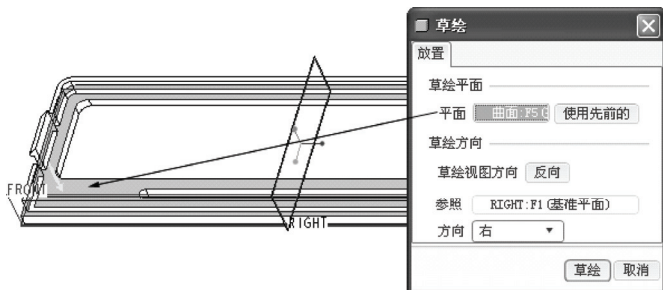

图 12-48 指定草绘平面及草绘方向
3) 指定草绘平面及草绘方向, 如图 12-48 所示, 单击“草绘”对话框中的“草绘”按钮, 进入草绘模式。